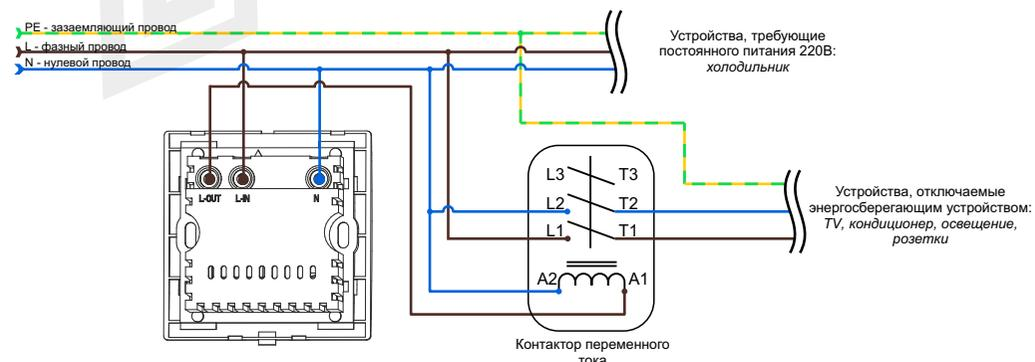

Рисунок 2. Схема подключения энергосберегающего устройства через контактор переменного тока
4.2 Схема подключения через контактор переменного тока (Рисунок 2).